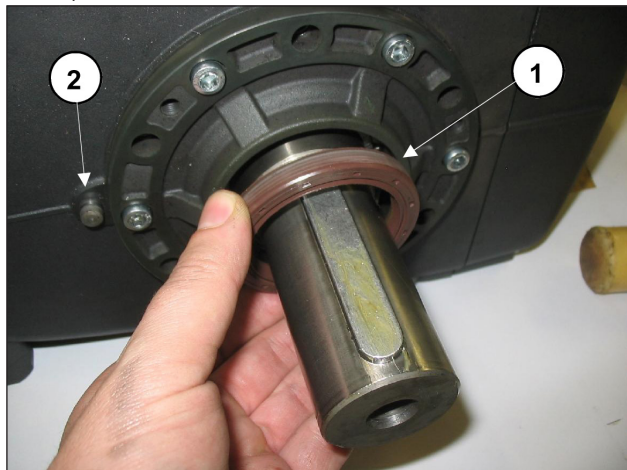

Abb. 33
Für die Änderung der Version und die Anbringung des Getriebeaggregats in nicht vorgesehenen Baupositionen müssen Sie den Ölabbstreifring der Welle abnehmen (Abb. 33, Pos. ②) und den Bezugstift Ø8 des Getriebegehäuses im Gehäuse einsetzen (Abb. 33, Pos. ①).
Verfahren Sie dann gemäß den Schritten in Abschn. 2.1.4. Führen Sie bei Änderung der Version durch Abnahme des Getriebeaggregats von der vorgesehenen Bauposition den Ölabbstreifring der Welle in seinen Sitz am Seitendeckel ein und verwenden Sie hierzu das Werkzeug Art. 27904800 (Abb. 33, Pos. ①).